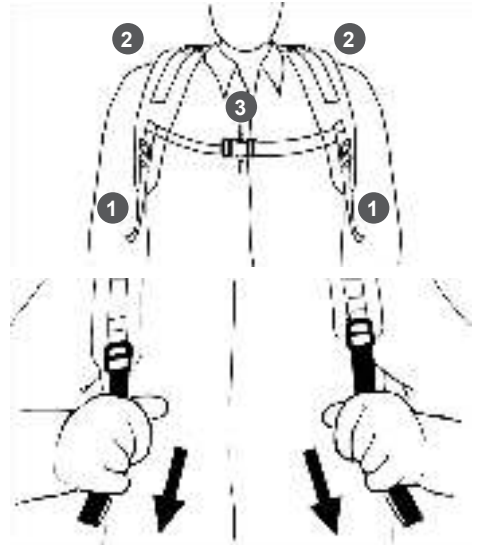

Рис. 8. Подгонка ремня
6. Наденьте воздухоподувку и отрегулируйте ремни (Рис. 8).
4. Отрегулировать плечевые ремни устройства по росту и фигуре (Рис. 8). Отрегулируйте ремни 1 и ляжки 2 так, чтобы устройство удобно сидело на спине. Отрегулируйте нагрудный ремень в удобное положение. Застегните замок 3 ремня.